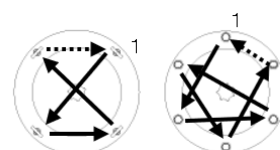

図 11-10
- ⑦ Oリングに亀裂やキズが無いか、又締付フランジ面にキズや異物が無いか確認してください。
- ⑧ フタを閉め、ナットを均等に締め付けます。(図 11-10)